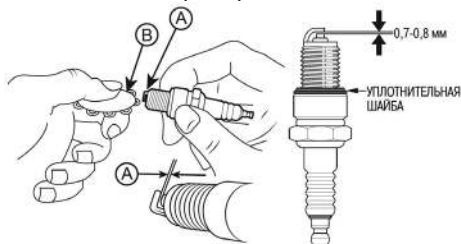

Рис. 24. Обслуживание свечи зажигания
4. Измерьте зазор А между электродами специальным щупом В. Зазор должен быть 0,7-0,8 мм (Рис. 24). При увеличении или уменьшении требуемого зазора, рекомендуется заменить свечу, так как регулировка зазора может привести к изменению качества искрообразования.